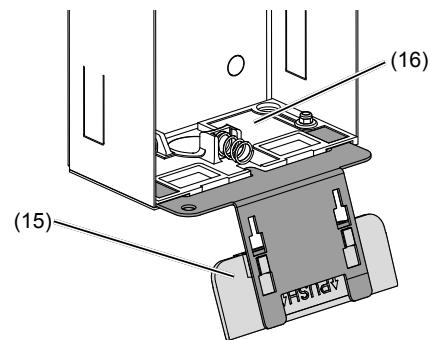

Bild 5: eingestecktes Öffnungswerkzeug
(14) Auflegewinkel der Befestigungselemente
- Öffnungswerkzeug (15) in die Aufnahme des unteren Befestigungselementes (16) am Gehäuse stecken (Bild 5).